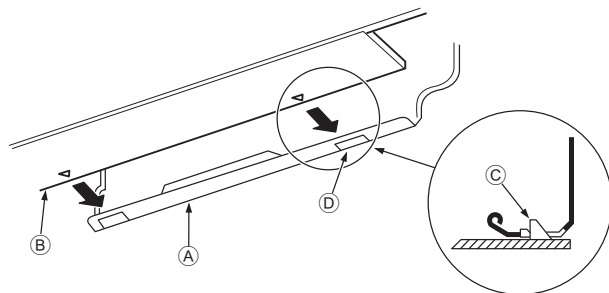

Fig. 3-10
- Lors de l'insertion du tuyau de réfrigérant et le tuyau d'écoulement dans l'orifice mural d'insertion (manchette de pénétration), accrocher la partie supérieure de l'appareil intérieur sur la planche d'installation (1).
- Fixer en poussant la partie inférieure de l'appareil intérieur sur la planche d'installation (1). (Fig. 3-10)
- * Vérifier que les boutons en bas de l'appareil intérieur sont correctement maintenus sur la planche d'installation (1).